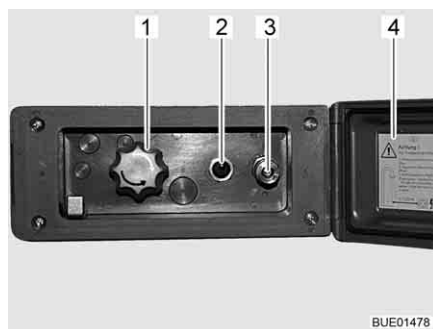

Fig. 78 Raccordo doccia esterno
- Sganciare ed aprire il coperchio (Fig. 78,4).
- Collegare il tubo flessibile della doccia esterna alla chiusura rapida (Fig. 78,3).
- Accendere la pompa dell'acqua con l'interruttore (Fig. 78,2).
- Regolare la temperatura dell'acqua ai gradi desiderati mediante la manopola (Fig. 78,1).
- Spegner la pompa dell'acqua con l'interruttore (Fig. 78,2).
- Chiudere il coperchio (Fig. 78,4) e bloccarlo con la chiave.
- Ruotare la manopola (Fig. 78,1) sulla posizione centrale.